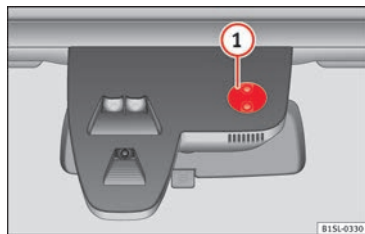

Abb. 115 Referenzfläche des Regensensors.
Einige Beispiele der möglichen Ursachen für Störungen und Fehlinterpretationen *im Bereich der Referenzfläche* » Abb. 115 ① des Licht-/Regensensors: